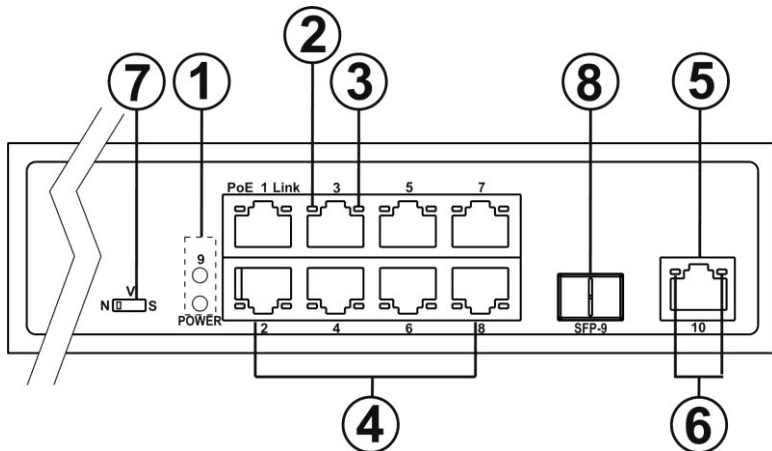

Рисунок 4 – Передняя панель коммутатора
- Посредством сетевых кабелей UTP подключите IP-видеокамеры с питанием PoE к портам Ethernet (см. рисунок 4).
- Используйте порт Uplink для подключения к нему коммутатора, компьютера или IP-видеорегистратора сетевым кабелем UTP (см. рисунок 4).
- Используйте порт SFP для подключения к нему компьютера или IP-видеорегистратора по оптоволоконной линии (см. рисунок 4).
- Убедитесь, что изделие перешло на питание от АКБ (РЕЖИМ «РЕЗЕРВ») индикатор «Питание» на коммутаторе (см. рисунок 4) должен светиться;
- Убедитесь в наличии питания на входе коммутатора - индикатор «Питание» (см. рисунок 4) должен светиться (РЕЖИМ «ОСНОВНОЙ»);